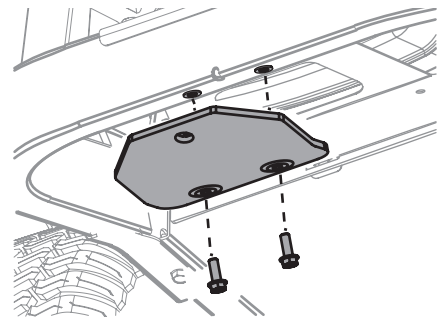

Figura 2
1. Ubique el enganche e instálelo en la parte trasera del bastidor con los dos tornillos de arandela hexagonal proporcionados (Figura 2).